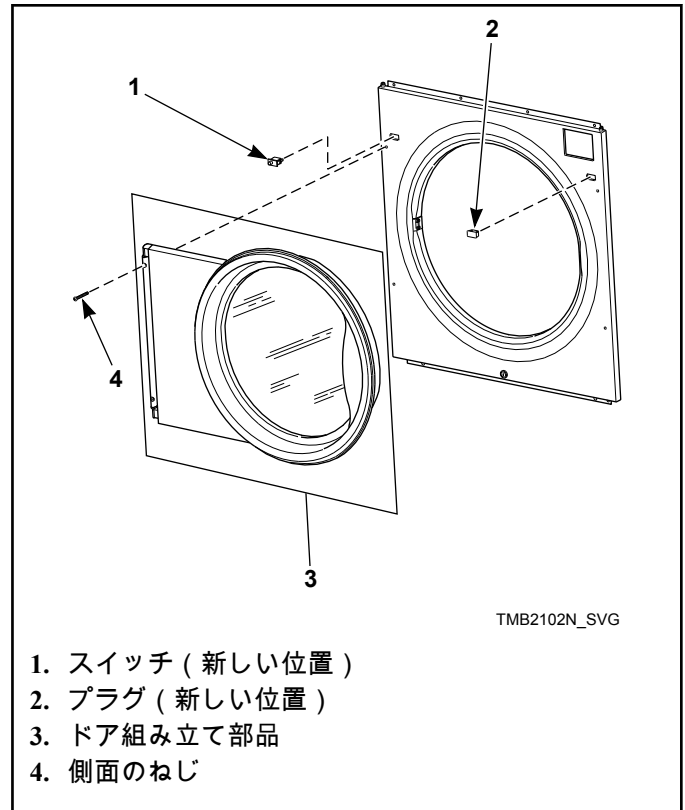

図 11
9. 機器のフロントパネルに 4 つの底面ねじを緩めに取り付けます。ドア・スイッチハーネスを新たな位置に入れ替えます。ドア組み立て部品と 4 つのフロントパネル側面ねじを緩めに取り付けます。図 11 を参照。